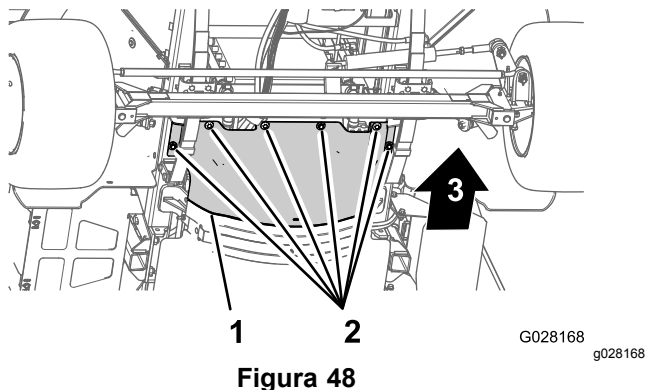

Figura 48
4. Retire los 6 pernos de cabeza hexagonal y las 6 arandelas que sujetan el protector térmico delantero al chasis, y retire el protector (Figura 48).